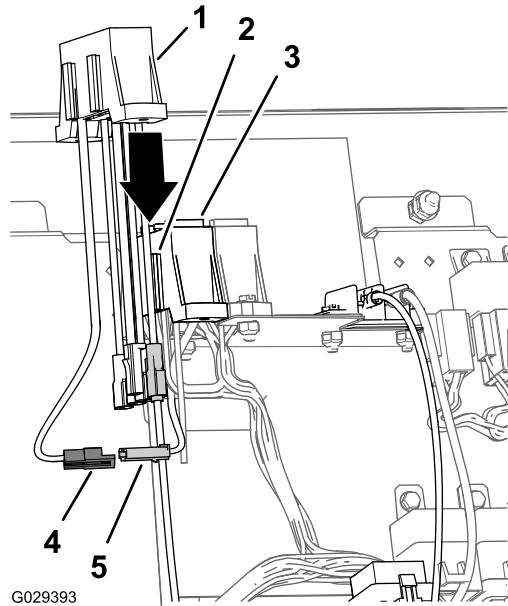

Figure 22
2. Branchez le connecteur à 2 broches des câbles d'alimentation auxiliaire du porte-fusibles de la machine au connecteur à 2 douilles des câbles d'alimentation du porte-fusibles auxiliaire (Figure 22).
3. Alignez les fentes du porte-fusibles auxiliaire et les brides de montage du porte-fusibles de la machine (Figure 22).